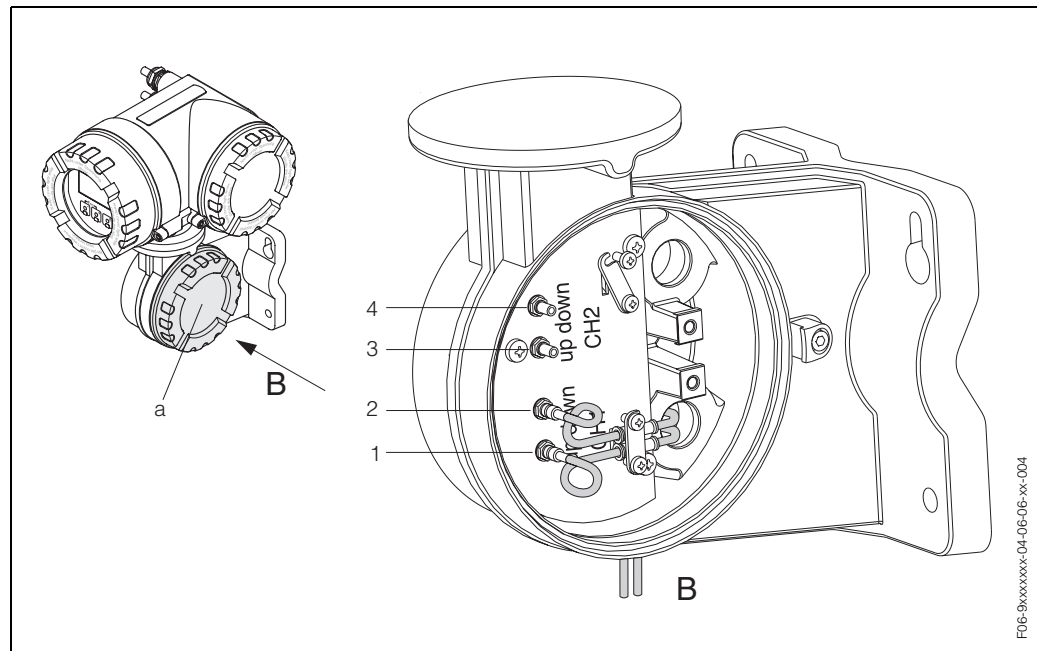

Abb. 4: Anschließen der beiden möglichen Messsysteme (Einkanal bzw. Zweikanal)
1. Messumformer: Deckel (a, Abb. 4) vom Anschlussklemmenraum entfernen.